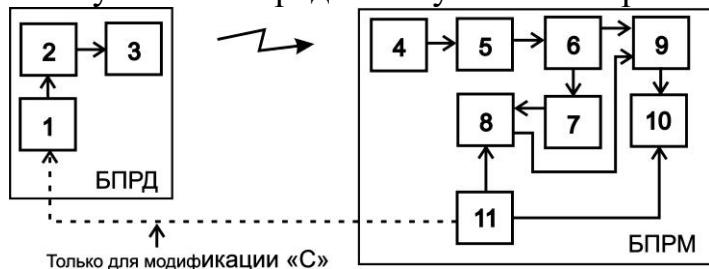

Рис. 6.5
6.2.1 Управляемый генератор 1 (см. рис. 6.5) вырабатывает импульсную последовательность определенной скважности. Под действием импульсов с генератора 1, модулятор 2 формирует последовательность СВЧ-радиоимпульсов, которые поступают на передающую антенну 3. Передающая антенна 3 излучает СВЧ-радиоимпульсы в направлении приемной антенны 4. Образовавшееся между передающей 3 и приемной 4 антennами электромагнитное поле является источником полезных сигналов для обнаружения объектов, пересекающих данное электромагнитное поле. С выхода приемной антенны СВЧ-радиоимпульсы